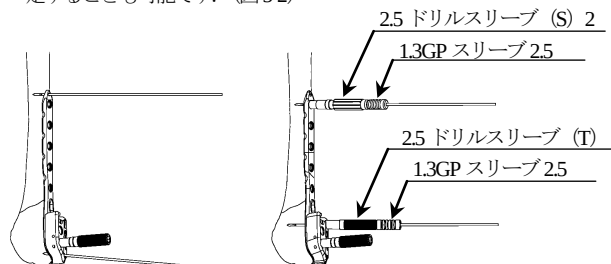

図5-1
- 5) 骨折線をまたいでプレートを設置し、13 ガイドピンにて仮固定します。(図5-1)